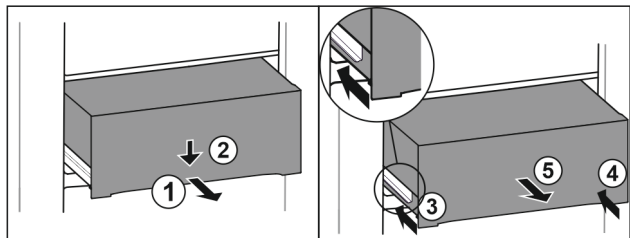

Fig. 81
- Vytiahnite zásuvku do polovice. Fig. 81 (1)
- Zatláčte zásuvku na prednej strane smerom nadol. Fig. 81 (2)
- Zasuňte ľavú koľajničku o cca 2 cm. Fig. 81 (3)
- Zasuňte pravú koľajničku o cca 2 cm. Fig. 81 (4)
- Odoberte zásuvku dopredu. Fig. 81 (5)